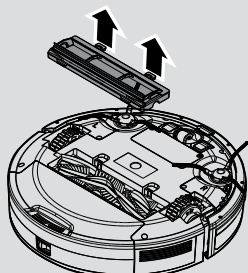

Abb. 11
2. Um die Abdeckung der Bürstwalze zu entfernen, drücken Sie die Clips an der Bodenplatte. **[Abb. 11]**